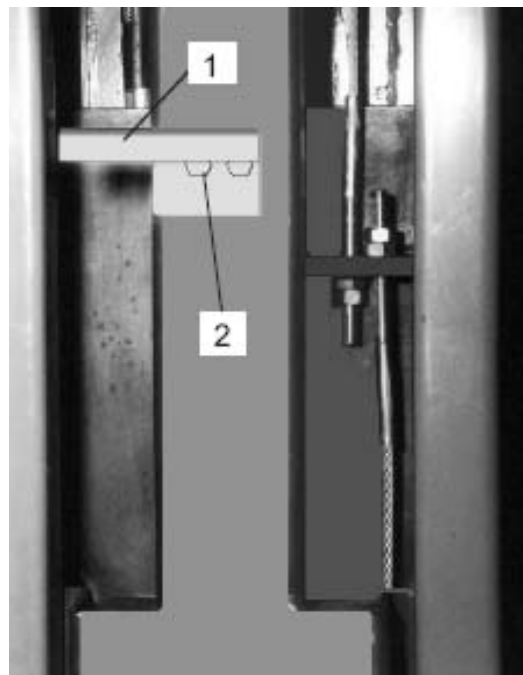
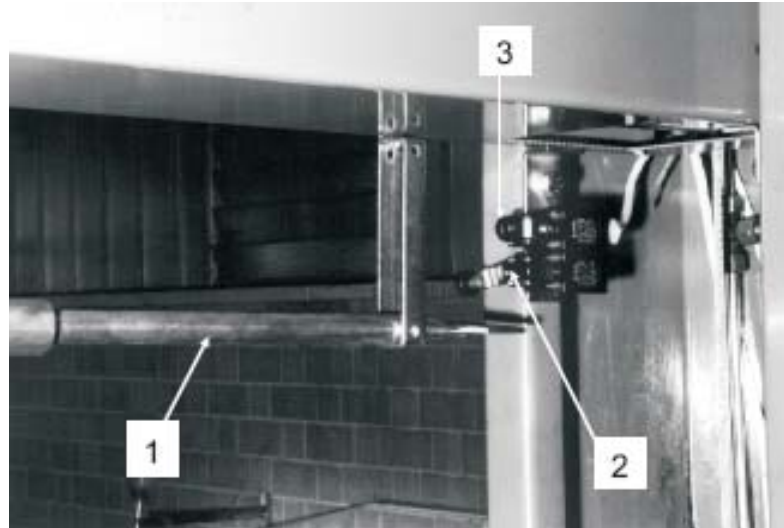

Рисунок 19.
Рисунок 20.
- Если поднимаются автомобили, которые выше 1.5 м, подъем прерывается с помощью ограничителя хода цилиндра (1, Рисунок 20), которые толкается с помощью автомобиля, и таким образом, включается концевой выключатель.
- Если подвижная деталь превышает ее допустимое расстояние хода, на верху стойки управления есть два концевых выключателя (2 и 3, Рисунок 20), которые подключены последовательно и включаются с помощью “выключателя” (1, Рисунок 19) на каретке стойки управления. Если первый концевой выключатель не включился, через 30 (тридцать) секунд после